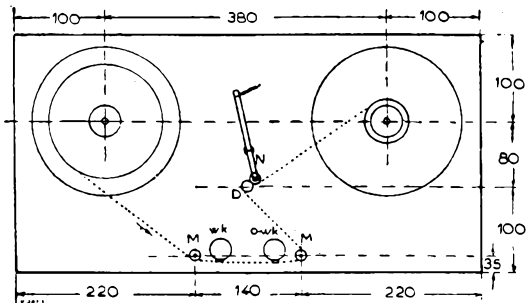

Fig. 3. Bovenaanzicht. M: geleiderolletjes; wk: wiskop; o-wk: opname-weergavekop; N: drukrol. De stippellijn geeft aan, hoe de band loopt. Maten in mm.
In fig. 2 en fig. 3 zien we de montage van het geheel in voor- en bovenaanzicht. Links de as voor de afwindhaspel met de riemschijf K (fig. 2), rechts de as voor de opwindhaspel met riemschijf J (fig. 2). De assen zelf worden boven de dekplaat vastgehouden door de klem-bussen L (fig. 2). Nu nog een snaartje van de groef in de aandrijfas D naar het wiel J van de opwindas en de zaak draait. De juiste spanning van de veer moet wel even gezocht worden. De capstan geeft de band met regelmatige snelheid door, maar als de opwindhaspel leeg is, is de omtrek slechts enkele cm groot, zodat bij één omwenteling van de as juist de hoeveelheid band die doorgegeven wordt, kan worden opgewonden. Is daarentegen de haspel vol, dan betekent één omwenteling ongeveer een halve meter band, zodat de haspel dan langzamer moet draaien, want er is geen halve meter band beschikbaar in die tijd, zodat het snaartje moet *slippen* over het wieltje (J) van de opwind-as.
Een andere manier is, een hardgummi-schijfje (N, in fig. 3 en 4) van ongeveer 18 mm diameter en 7 mm breed met veerkracht tegen de transportas te laten drukken; hiertussen loopt dan de band.